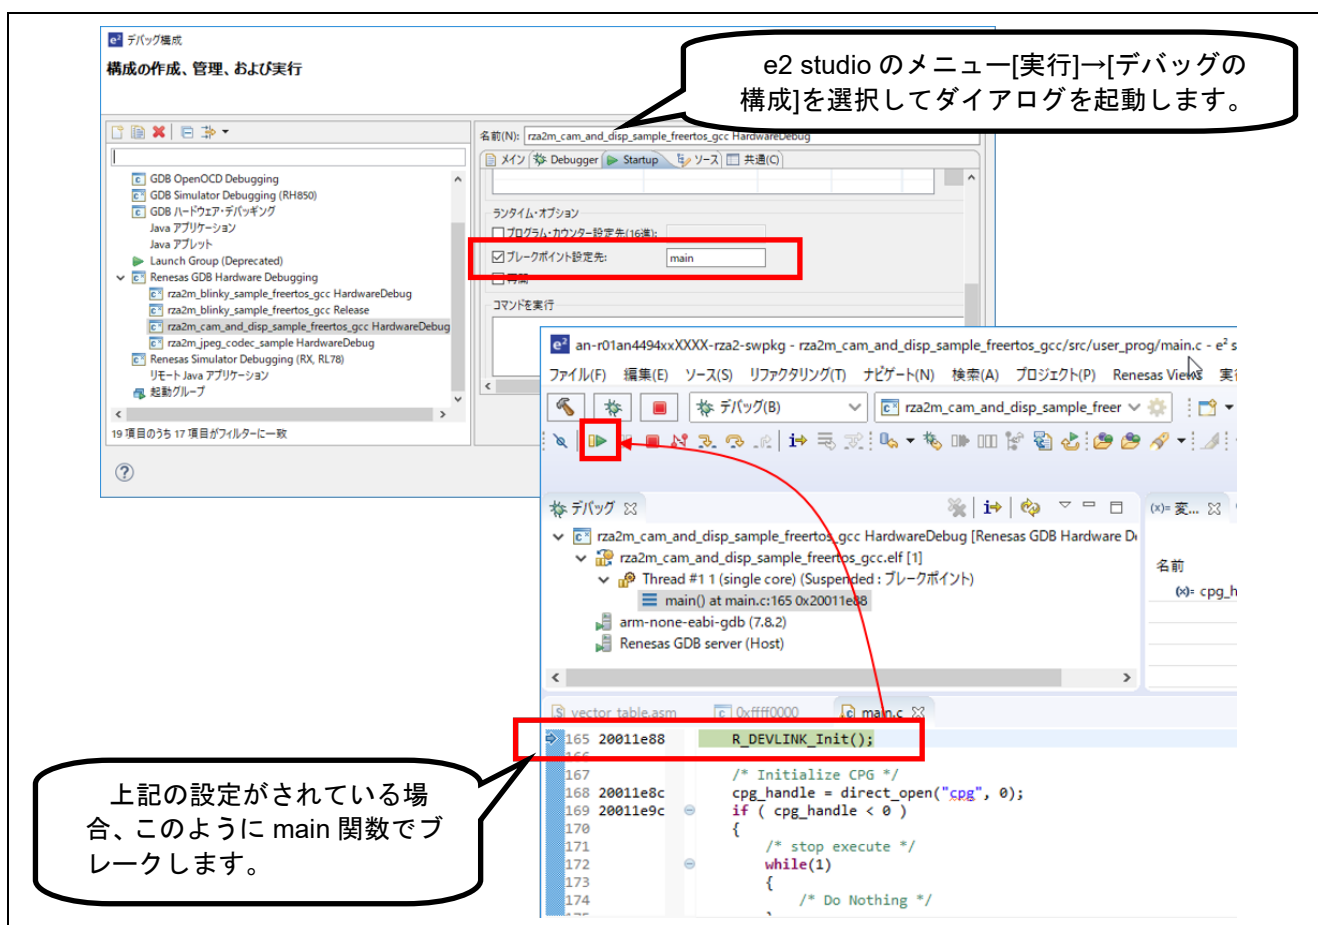

図 3-13 実行後のブレーク
- 次の図のようにターゲットプロジェクトの"デバッグ構成"ダイアログのブレークポイント設定先に main が設定されている場合、main 関数の先頭でブレークします。このようなターゲットプロジェクトでは "再開" ボタンをクリックして実行を再開してください(図 3-13)。